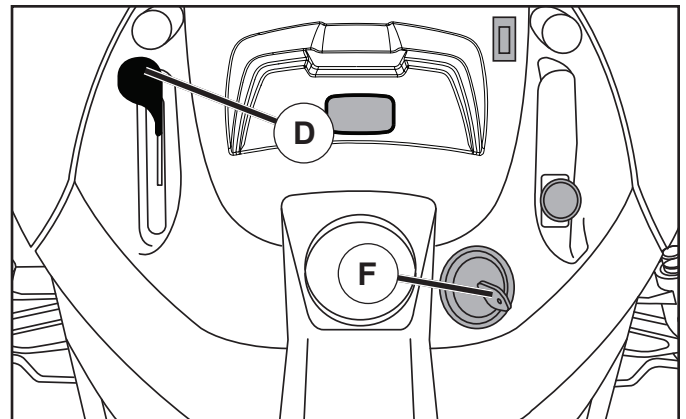

Fig. 19
POUR UTILISER LA COMMANDE DES GAZ (D) (Voir la Fig. 19)